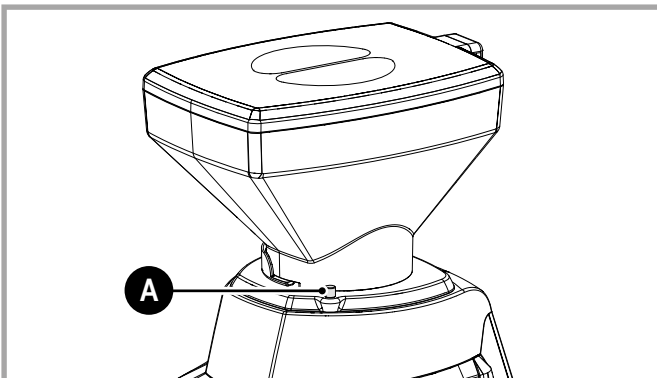

Abb. 8.2 - Befestigungsring
- Lösen Sie den Befestigungsring (A - Abb. 8.2).